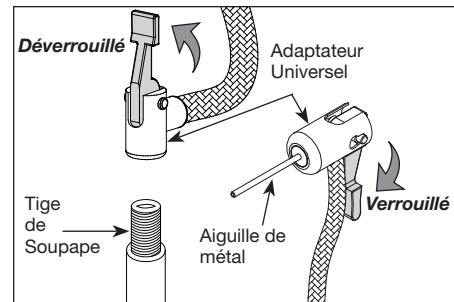

Figure 2 - Verrouiller bien l'adaptateur universel
3. Lorsque l'adaptateur universel est bien fermement en place, enfoncez le levier de verrouillage. (Voir la figure 2).
Si le gonfleur cesse immédiatement de gonfler et s'arrête, assurez-vous que l'adaptateur universel est enfoncé complètement sur la tige de soupape du pneu ou que l'aiguille de gonflement de métal est insérée correctement (voir la figure 2).
2. Lorsque l'adaptateur universel est bien fermement en place, enfoncez le levier de verrouillage. (Voir la figure 2).
Si le gonfleur cesse immédiatement de gonfler et s'arrête, assurez-vous que l'adaptateur universel est enfoncé complètement sur la tige de soupape du pneu (voir la figure 2).